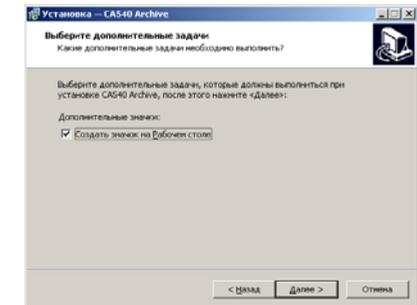

Рисунок 8.15
4) На экране появится окно (рисунок 8.15). Сделать установку, как показано на рисунке, либо отказаться от создания значка на Рабочем столе, затем щелкнуть по кнопке Далее.